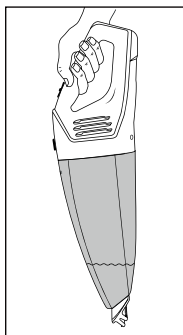

Abb. 2
① Hinweise zum Saugen von Flüssigkeiten
- ▶ Wenn Sie Flüssigkeiten aufgesaugt haben, tragen Sie das Gerät immer mit der Nasssaugdüse ① nach unten weisend (siehe Abb. 2):